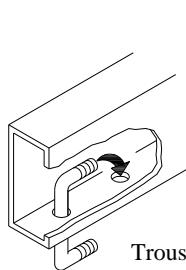

Figure 2
- Insérer le boulon en "U" comme illustré à la Figure 2. Poser les rondelles coniques dentées et les écrous hexagonaux 3/8 po.